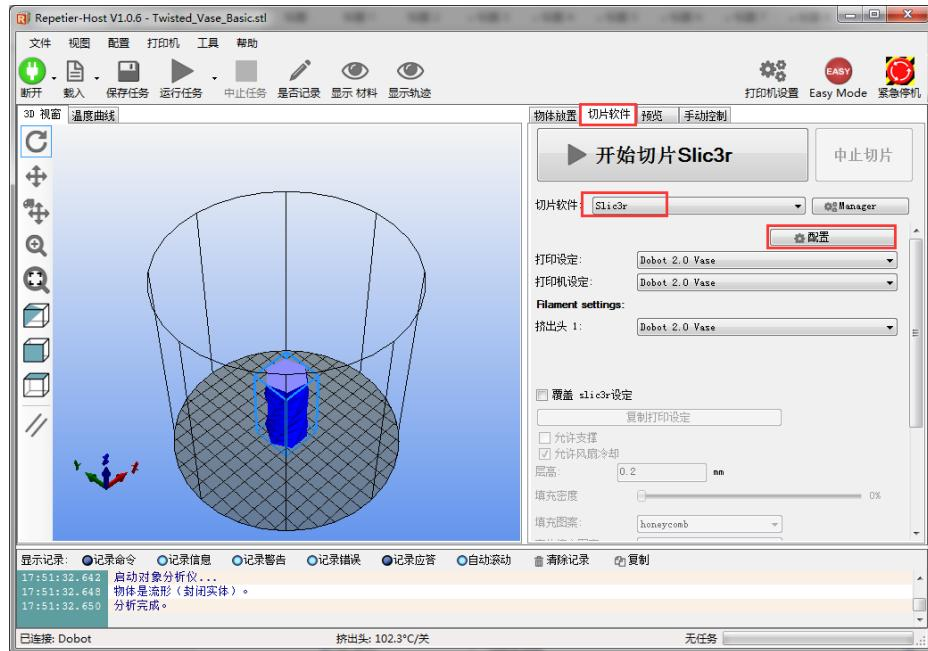

图 5.137 选择切片软件
1. 在Repetier Host页面右侧的“切片软件”页签选择切片软件为“Slic3r”，并单击“配置”，如图 5.137所示。